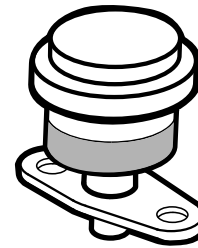

Figure 45
Faites l'entretien du préfiltre du filtre à air uniquement quand l'indicateur de colmatage (Figure 45) indique que cela est nécessaire. Changer le filtre à air prématurément ne fait qu'accroître le risque de contamination du moteur par des impuretés quand le filtre est déposé.
1. Contrôlez l'indicateur de colmatage du filtre. Si l'indicateur est rouge, le filtre à air doit être nettoyé ou remplacé (Figure 45).